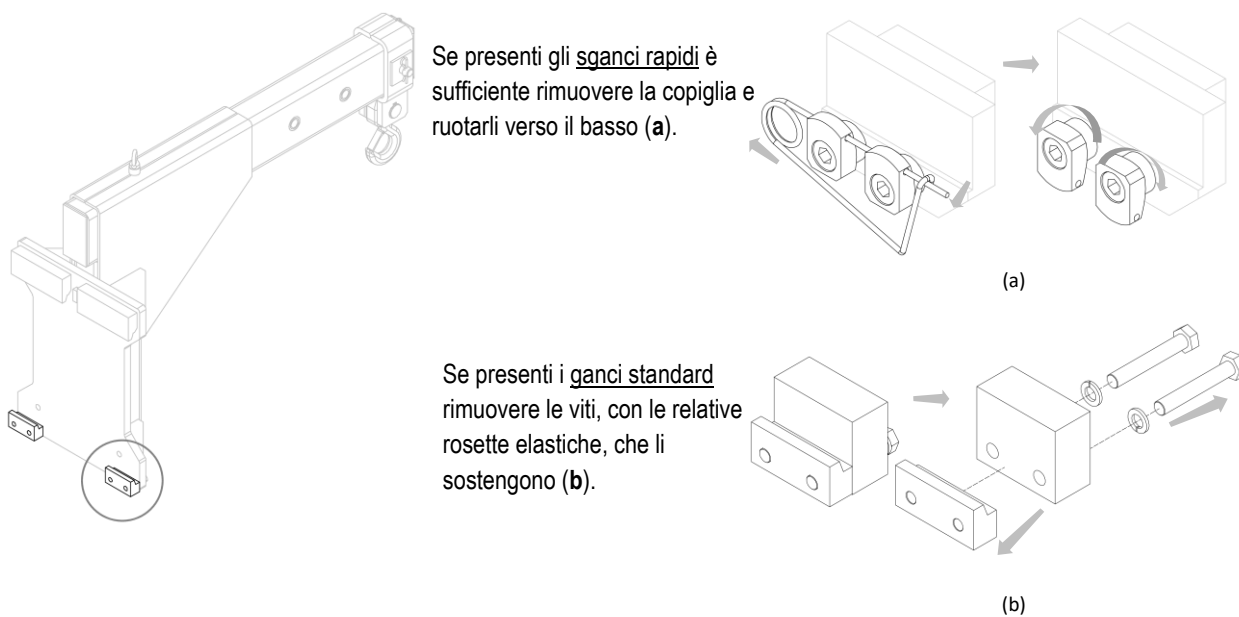

Figura 3
3. Rimuovere i ganci inferiori dall'attrezzatura (vedi *Figura 3*).
1. Rimuovere i ganci inferiori dalla struttura (vedi *Figura 3* a pag.10).